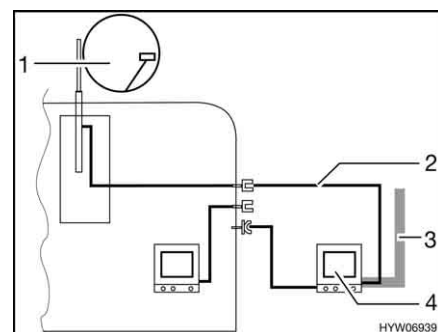

Fig. 154 TV en el área bajo el toldo
- TV en el área bajo el toldo (Fig. 154,4): Conexión a la antena del techo (Fig. 154,1) con el cable de conexión (Fig. 154,2)
- TV en el área bajo el toldo (Fig. 154,4): Conexión a antena externa (Fig. 154,3)